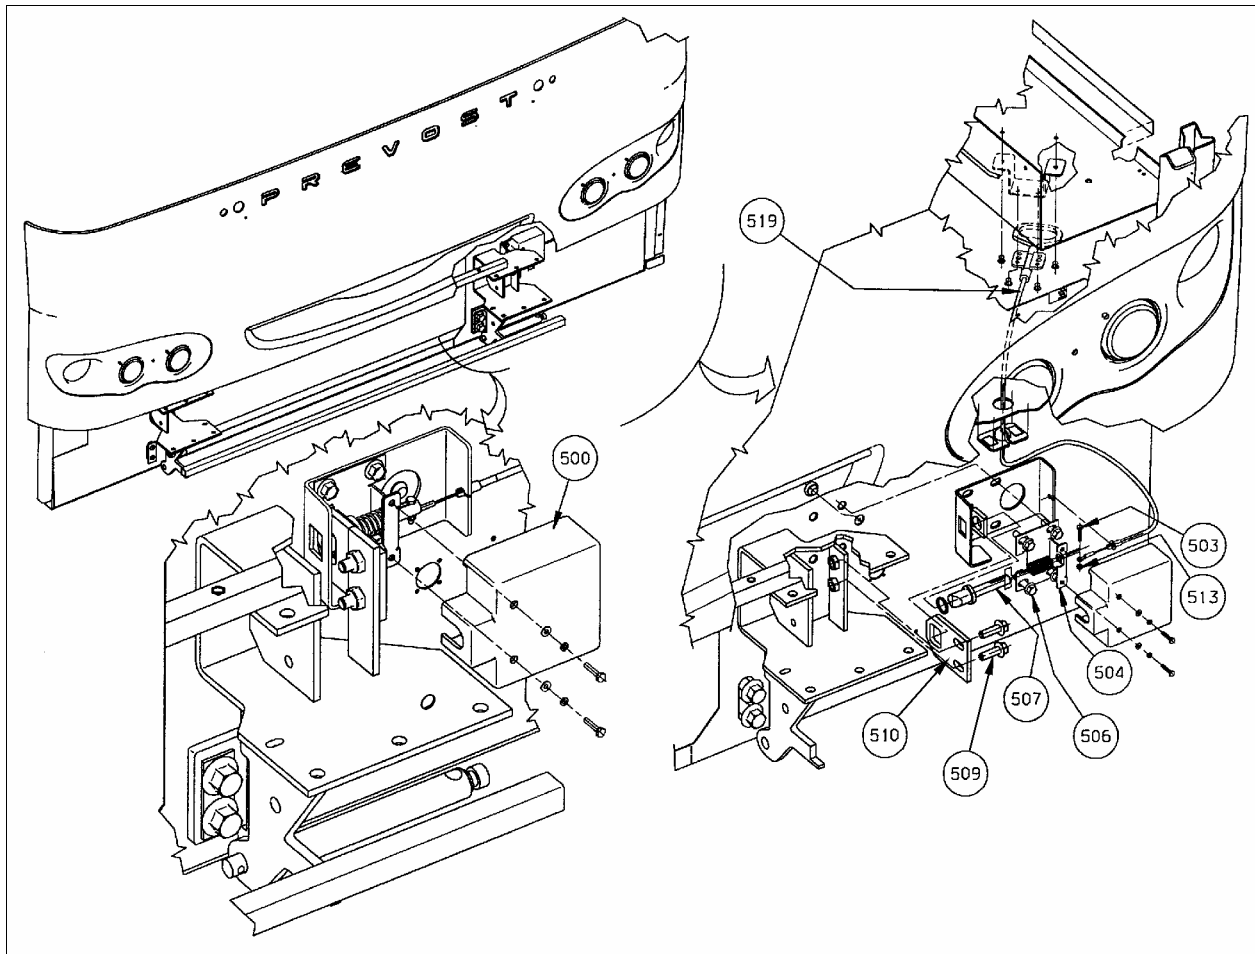

FIGURE 2
6. Lorsque les ressorts ont été remplacés, retirer le boîtier de protection du mécanisme (500).
7. Dévisser la vis (503) et l'écrou (513) pour séparer le câble de commande (519) du pêne demi-tour (507) (voir figure 2).